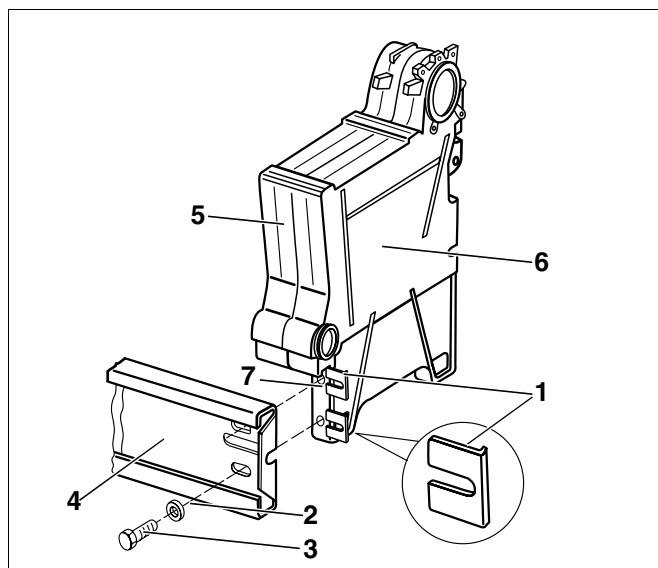
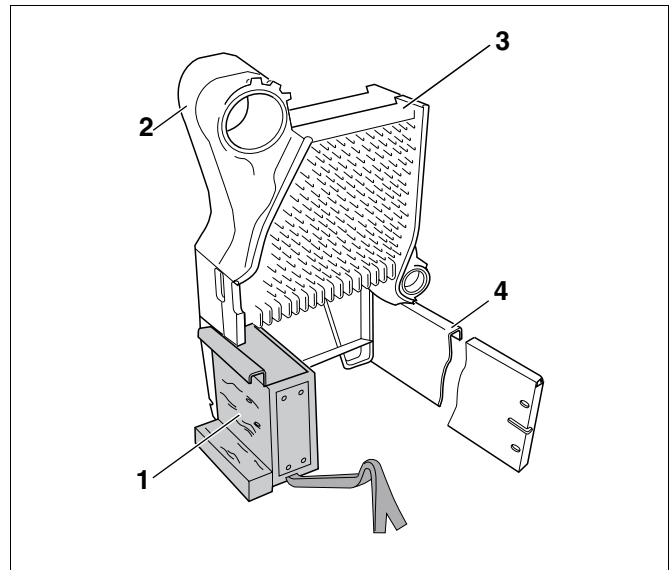

Fig. 13 Montarea șinei inferioare
Fig. 14 Element de cazan prevăzut cu piese de montaj
- Pantofii picioarelor elementului (fig. 13, **poz. 1**) se introduc în piciorul elementului final (fig. 13, **poz. 7**).
- Șina inferioară (fig. 13, **poz. 4**) se înșurubează la piciorul elementului final cu șuruburile cu cap hexagonal M8 x 30 (fig. 13, **poz. 3**), cu șaibe (fig. 13, **poz. 2**) și piulițele (fig. 13, **poz. 7**).
Prima parte de bloc de cazan (elementul final (fig. 13, **poz. 6**) și primul element de mijloc (fig. 13, **poz. 5**)) trebuie sprijinit în timpul niplării și asigurat împotriva răsturnării. Pentru sprijinirea părții de bloc de cazan utilizați un element auxiliar de montaj (fig. 14, **poz. 1**, pagina 18).
Montajul blocului de cazan se realizează aici prin intermediul elementelor auxiliare de montaj (fig. 14, poz. 1).
- Elementul final (fig. 14, poz. 2) cu primul element de mijloc (fig. 14, poz. 3) se poziționează pe postament și se stabilizează.
- Elementul auxiliar de montaj (fig. 14, poz. 1) se plasează sub elementul de cazan, iar acesta se ridică cu grijă.